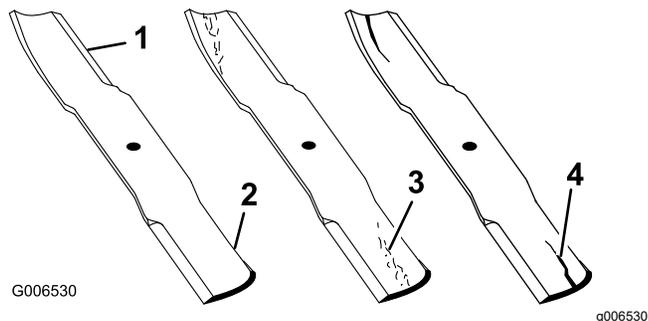

Рисунок 71
1. Осмотрите режущие кромки (Рисунок 71).
4. При обнаружении признаков повреждения, износа или образования зазора в этой области немедленно замените нож (Рисунок 71).